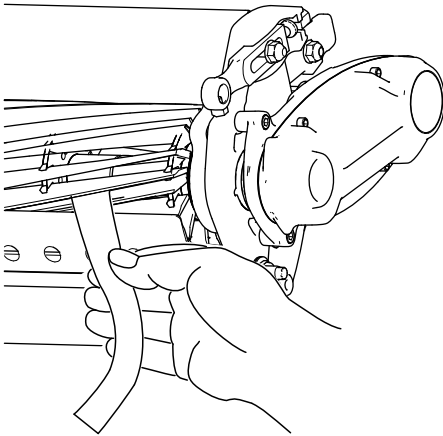

Figure 6
- B. Insérez une longue bande de papier de performance de coupe (réf. Toro 125-5610) entre le cylindre et la contre-lame, perpendiculairement à la contre-lame (Figure 6), puis tournez **lentement** le cylindre en avant ; il devrait couper le papier ; si ce n'est pas
11. Insérez une longue bande de papier de performance de coupe (réf. Toro 125-5610) entre le cylindre et la contre-lame, perpendiculairement à la contre-lame (Figure 6), puis tournez **lentement** le cylindre en avant ; il devrait couper le papier ; si ce n'est pas le cas, tournez chaque vis de réglage de la barre d'appui de 1 cran dans le sens horaire et répétez cette opération jusqu'à ce que le papier soit coupé